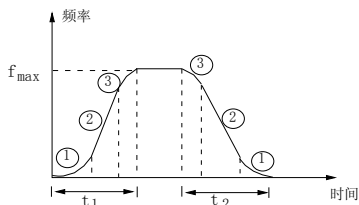

图 5-14 S 曲线加减速
输出频率按照 S 形曲线递增或递减，如图 5-14 所示。
S 曲线起始段时间如图 5-14 中①所示, 这里输出频率变化的斜率从 0 逐渐递增。
S 曲线上升段时间如图 5-14 中②所示, 这里输出频率变化的斜率恒定。
S 曲线结束段时间如图 5-14 中③所示, 这里输出频率变化的斜率逐渐递减到 0。